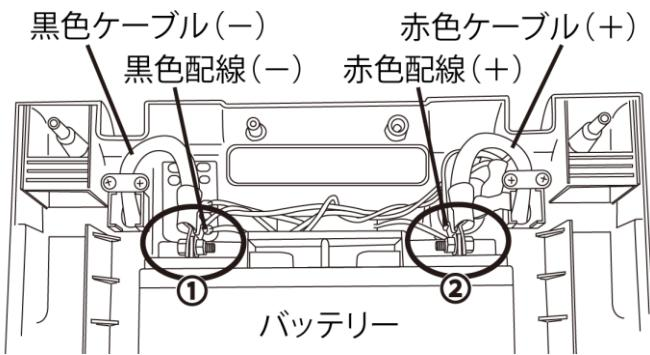

図3
ニューパワー・ステーションの場合：8 mmのレンチなどを使用して、①黒色ケーブル（-）、黒色配線（-）側のボルト・ナットをバッテリーの一端子から取り外してください。続いて、②赤色ケーブル（+）、赤色配線（+）側のボルト・ナットをバッテリーの+端子から取り外し、バッテリーをパワーステーション本体から取り外してください。（図3参照）。